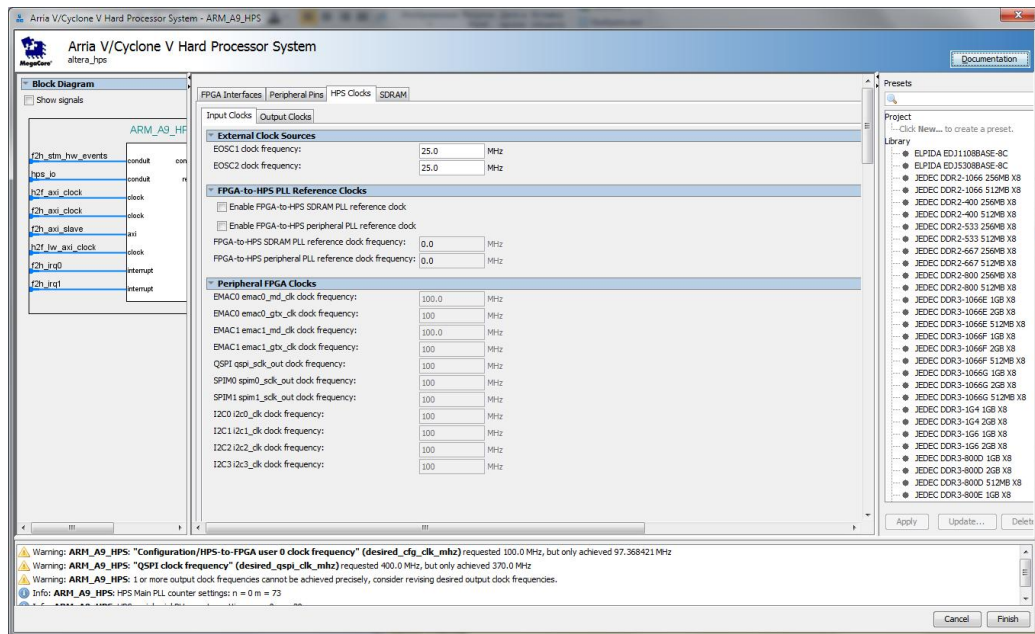

Рис. 51. Налаштування синхронізуючих сигналів
10. Перейдіть до сторінки ***HPS Clocks*** та виконайте налаштування синхронізуючих сигналів процесорного ядра у відповідності до рис. 51 – 53.